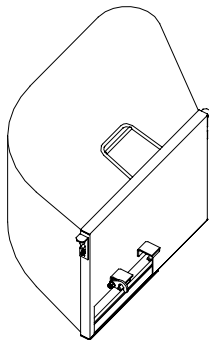

ABB. 2
- a) Grasfangkorb-Baugruppe (2832200): 80L, siehe ABB. 2